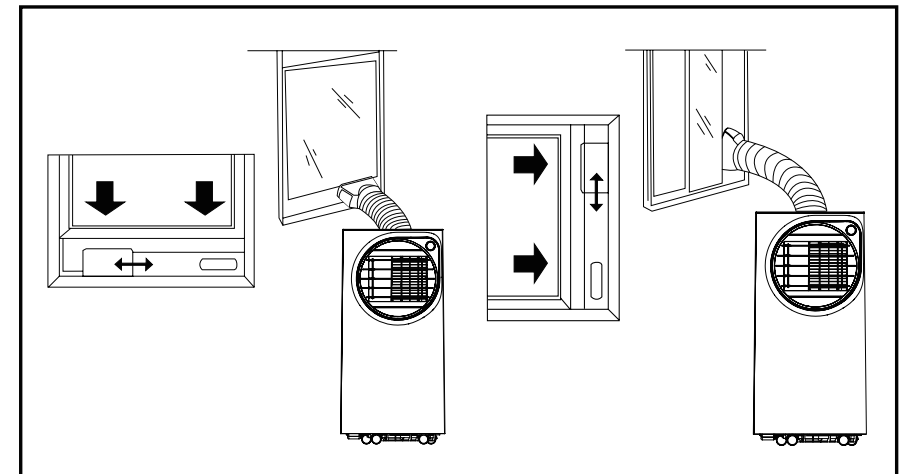

Fig. 8
- Si la sortie d'air est installée dans la fenêtre, raccordez le connecteur dans le rail coulissant réglable, ajustez l'ouverture de la fenêtre pour que le rail coulissant s'insère bien dans la fenêtre. La longueur du rail coulissant est réglable. (Fig. 8)